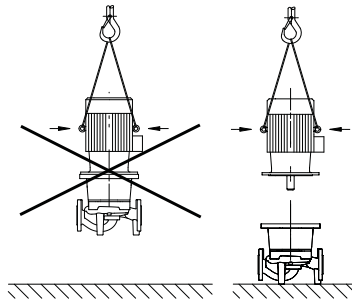

fig. 7: Transport av motorn
- Transportöglorna på motorn får endast användas för att lyfta motorn, inte hela pumpen (fig. 7).